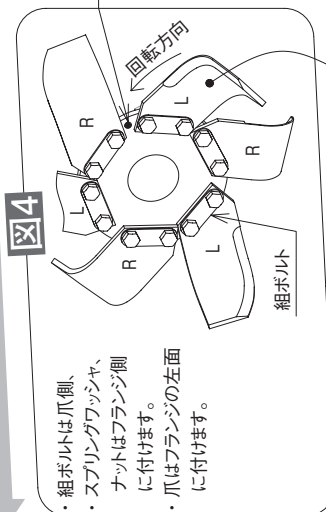

図4
(2) 一番右側のフランジ(図4)
この間のフランジには**図4**のように取付ける
4. その他のフランジに爪をつけます。小穴の後穴にL爪を組付けます。**図4** 続いてR/L爪と交互に組付けます。爪は後から見てフランジの左面に組付けます。